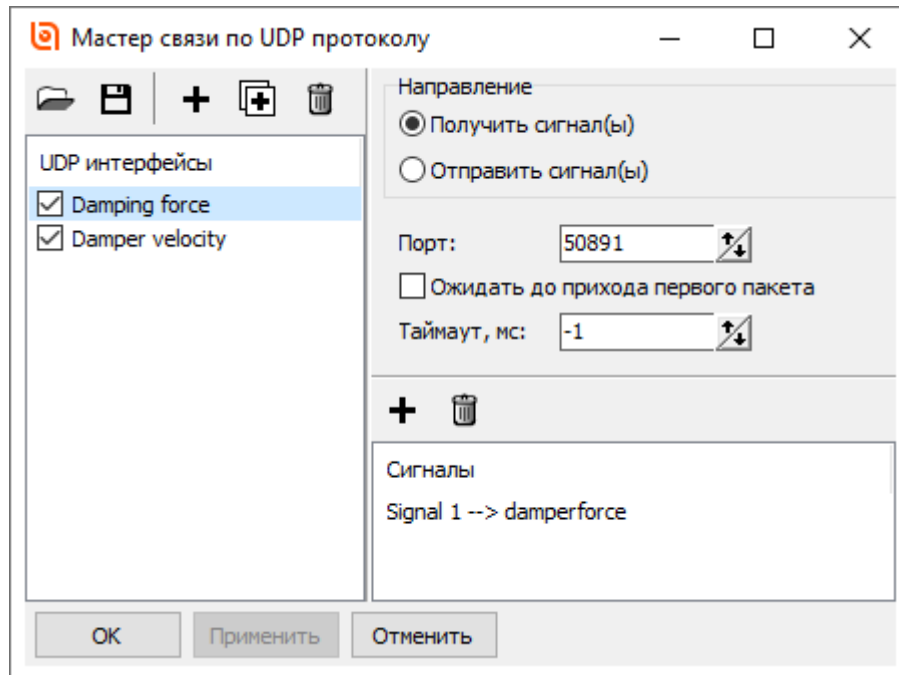
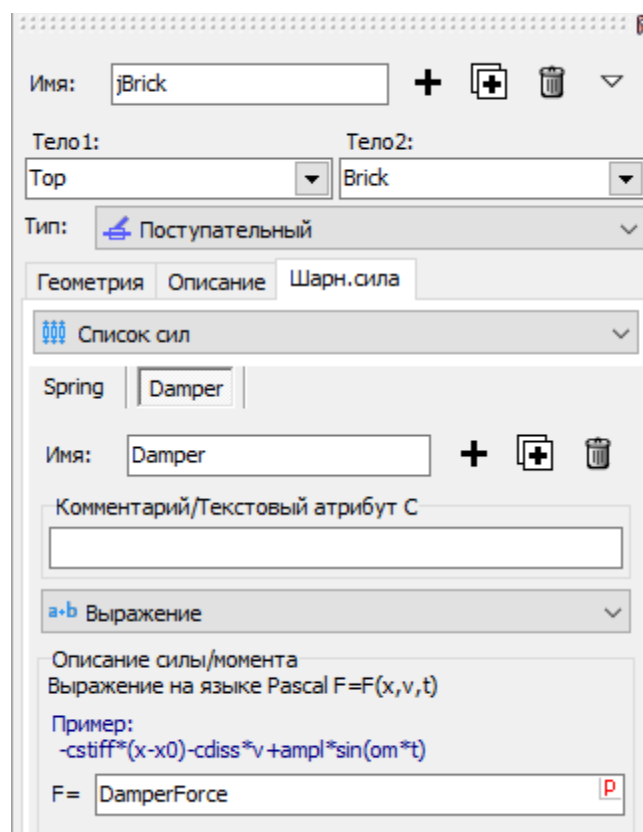
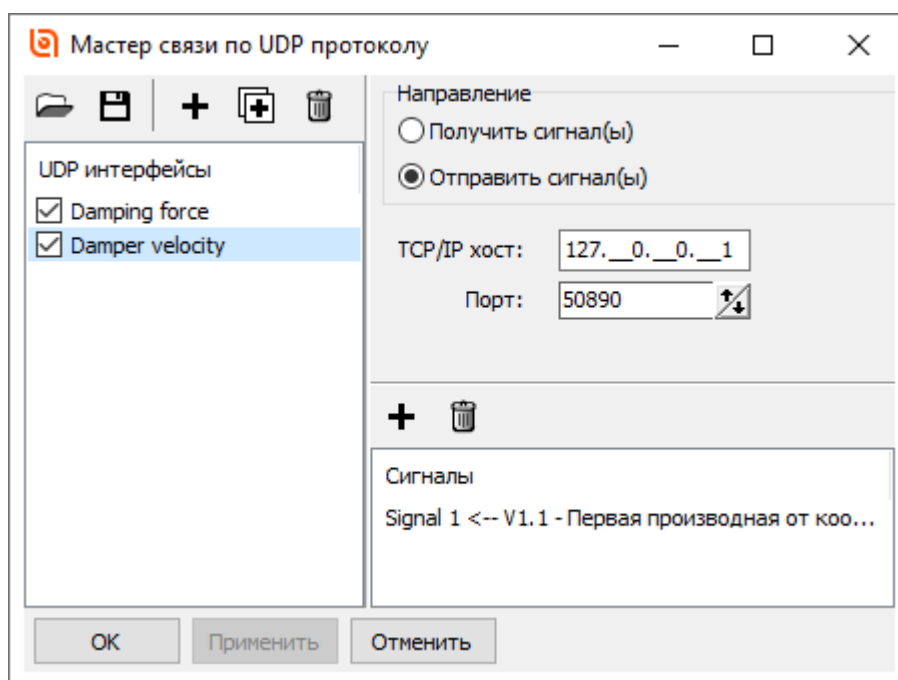
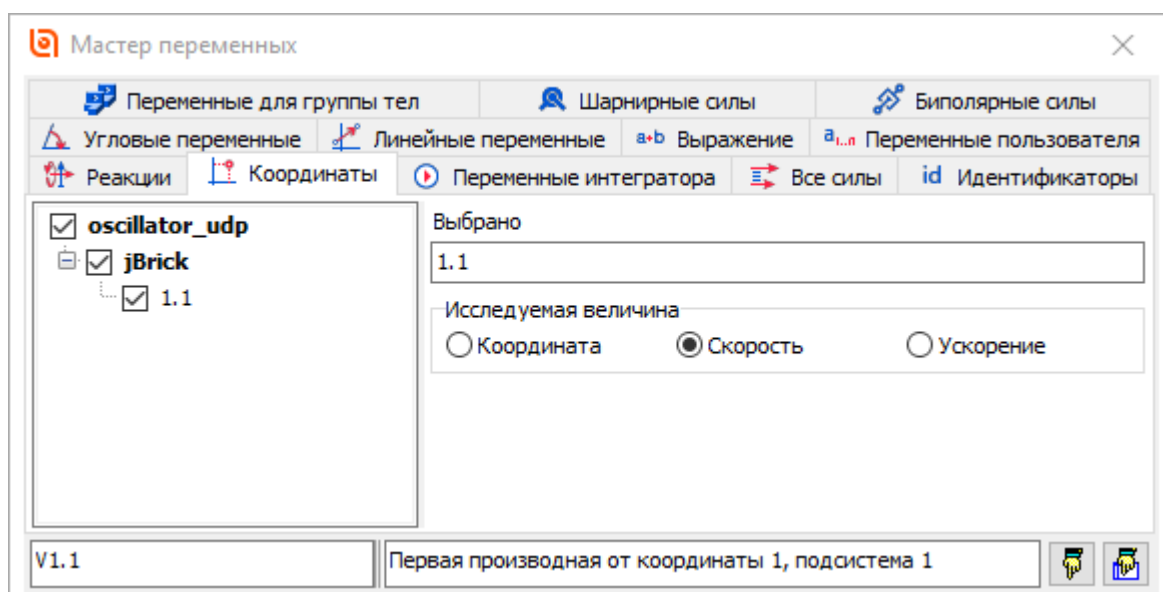

Рис. 4.16. Описание входных сигналов в **Мастере связи по UDP протоколу**
Рис. 4.17. Описание диссипативной силы в программе **UM Input**
Рис. 4.18. Описание выходных сигналов в **Мастере связи по UDP протоколу**
Рис. 4.19. Создание переменной для отправки по UDP протоколу в **Мастере переменных**
3. Откройте окно **Мастера связи по UDP протоколу** с помощью пункта меню **Инструменты / Внешние интерфейсы / UDP интерфейс**, см. рис. 4.16. Настройки UDP интерфейса загрузились автоматически при загрузке модели из файла **last\_udp**. Модель в «Универсальном механизме» полностью настроена и готова к работе. Ниже рассмотрим основные особенности модели и подключения по UDP.
Как мы видим в описании UDP протокола на рис. 4.16, сигнал, который приходит в порт 50891, назначается идентификатору **damperforce**, который непосредственно и задаёт величину силы в демпфере, см. рис. 4.17. Диссипативную силу в расчётной схеме в SimInTech будем считать как произведение относительной скорости штока и цилиндра демпфера и коэффициента диссипации. Для этого будем отправлять в порт 50890 на нашем локальном компьютере скорость груза относительно точки подвеса, см. рис. 4.18. Ниже на рис. 4.19 показано, как в **Мастере переменных** была создана переменная для от-
правки в расчётную схему **SimInTech**. Эту переменную не нужно заново создавать и назначать. Обмен данными уже сконфигурирован в модели, рис. 4.19 приводится только для иллюстрации того, как это было сделано.